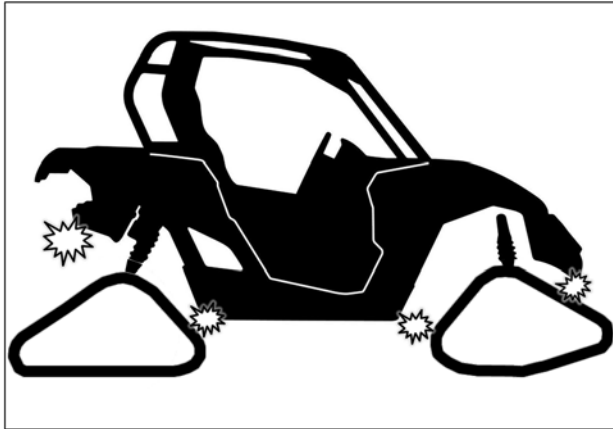

Fig. 32
- Vérifier s'il y a possibilité de contact entre le système de traction et les coins inférieurs des ailes. Voir la Fig. 32